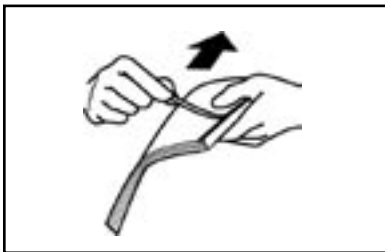

ABBILDUNG 14
7. Nehmen Sie Ihr gebundenes Dokument aus dem Kühlständer und ziehen Sie den Streifen der Vorderseite am Binderücken ab (siehe Abbildung 14). Wenn die Folie sich noch nicht leicht ablösen lässt, könnte das Buch noch zu warm sein. In diesem Falle stellen Sie es zurück in den Kühlständer und versuchen Sie es nach ein paar Minuten erneut.